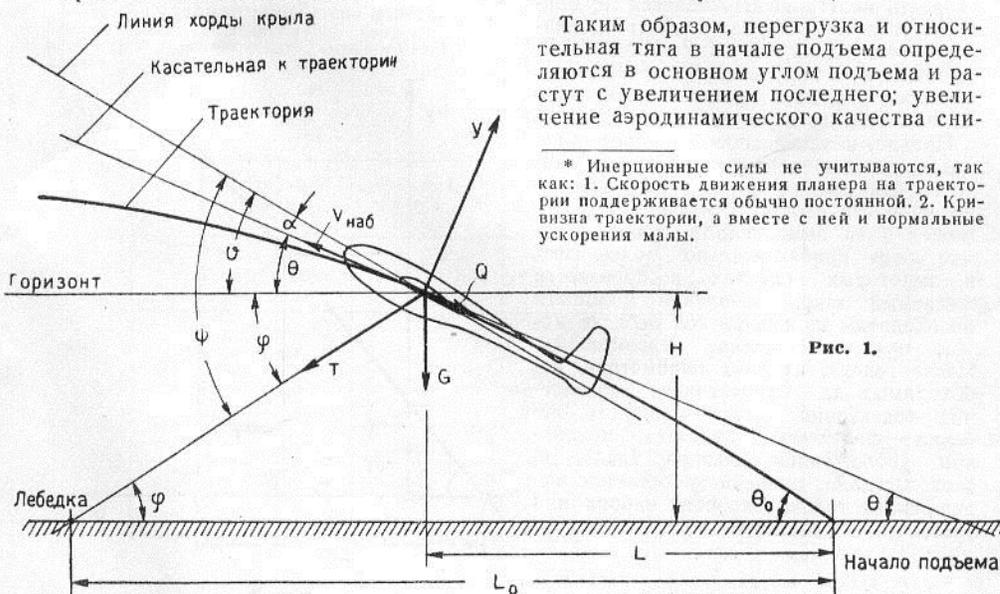
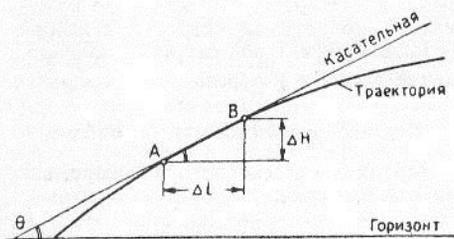

Рис. 1.
Рис. 2.
где, кроме известных обозначений, принято (рис. 1):
Первое уравнение (17) вытекает из рассмотрения рис. 1. Второе — также станет ясным, если иметь в виду следующее. Положим, что планер, двигаясь по траектории, переместился за некоторый, весьма малый, промежуток времени из точки A в точку B (рис. 2). При этом он пролетел расстояние ΔL и набрал высоту ΔH .
Однако, учитывая требования, изложенные выше, практическое применение нашли два способа набора (рис. 1): 1. при постоянной скорости и постоянном угле тангажа — $V_{\text{наб}} = \text{пост}$, $\theta = \text{пост}$; 2. при постоянной скорости и постоянном угле троса планера — $V_{\text{наб}} = \text{пост}$, $\varphi = \text{пост}$.